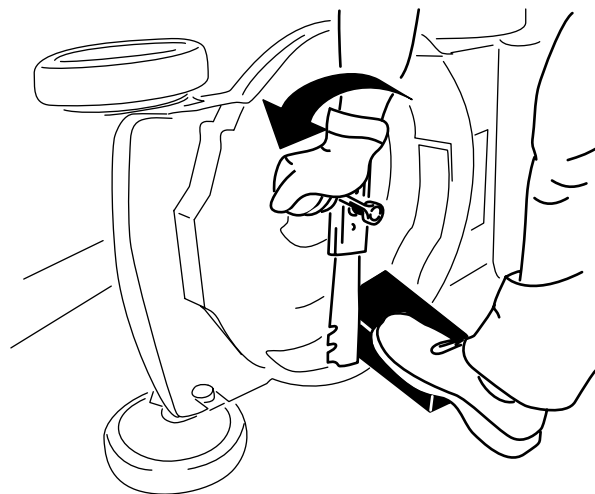

Figure 21
3. Immobilisez la lame avec un morceau de bois (Figure 21).
4. Déposez la lame mais conservez les fixations (Figure 21).